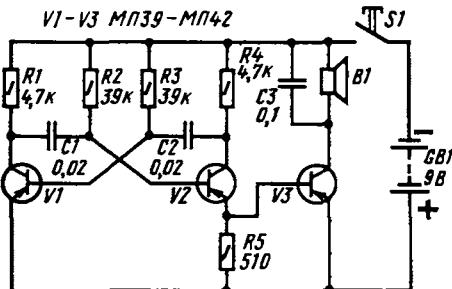

Рис. 270. Электронный звонок
**Электронный звонок.** Мультивибратор можно применить для квартирного звонка, заменив им обычный электрический. Собрать же его можно по схеме, показанной на рис. 270. Транзисторы V1 и V2 работают в симметричном мультивибраторе, генерирующем колебания частотой около 1000 Гц, а транзистор V3 – в усилителе мощности этих колебаний. Усиленные колебания преобразуются динамической головкой В1 в звуковые колебания.